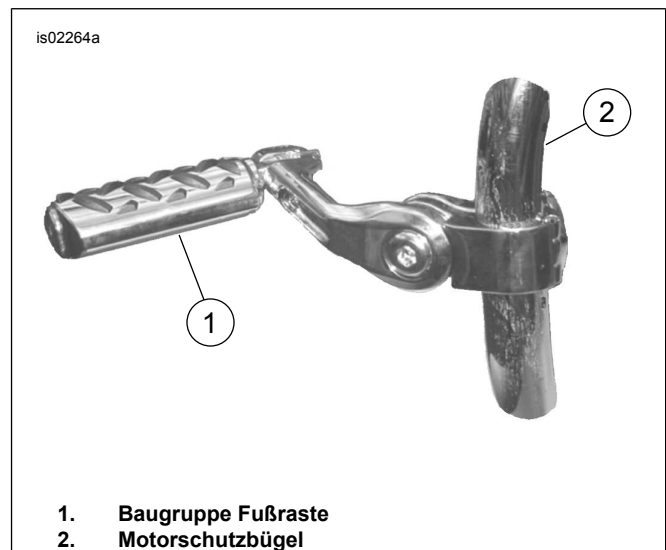
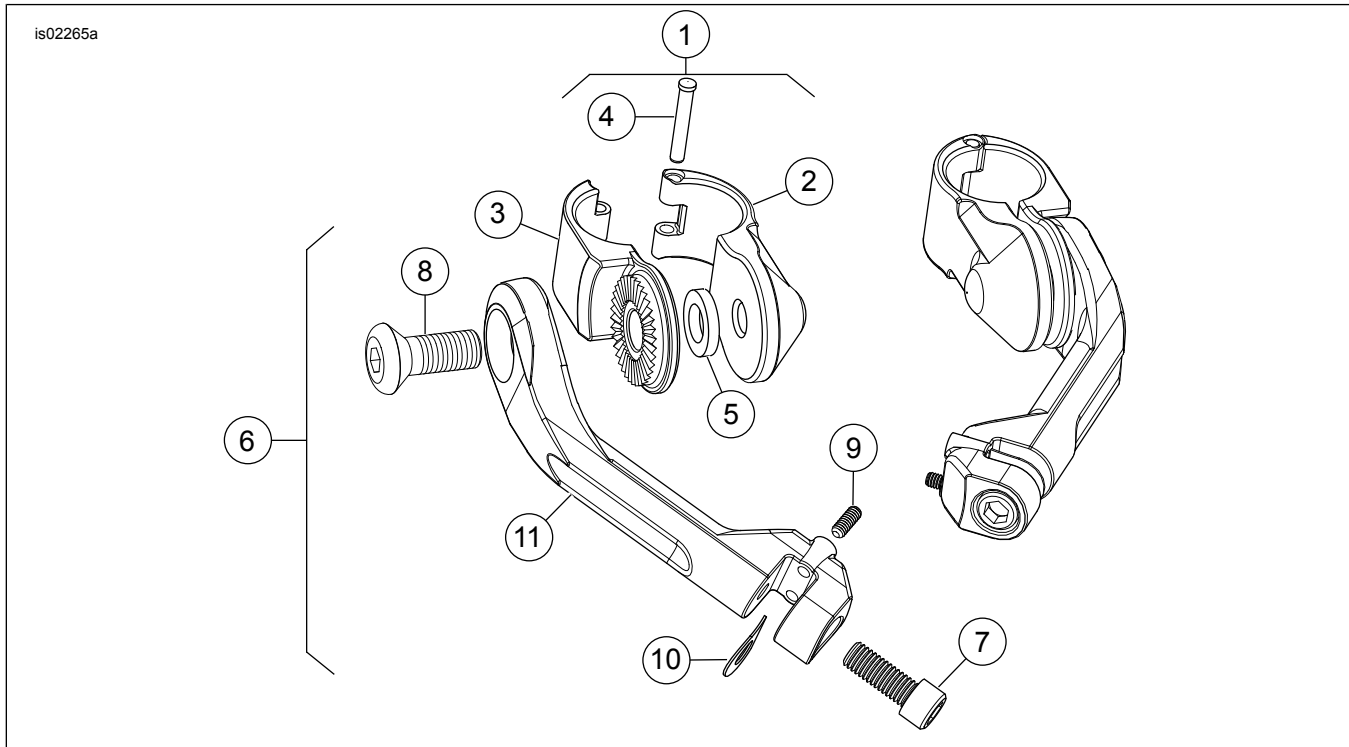

Abbildung 1. Am Motorschutzbügel angebrachte Fußrastenbaugruppe
Abbildung 2. Ersatzteile: Halterungssatz für Motorschutzbügel-Fußrasten
Siehe Abbildung 2 und Tabelle 1.
2. Siehe Abbildung 2. Die Halterungsschelle (1) aus dem Satz nehmen. Die Schellenhälften an der gewünschten Höhe um den Motorschutzbügel herum ansetzen und mit dem Kopf des Scharnierbolzens nach oben befestigen. Die „gezahnte“ Seite der Schelle muss in Richtung Verlängerungsarm zeigen.
3. Unterlegscheibe (5), Schraube (8) und einen der angewinkelten Arme (11) (lang oder kurz, je nach Satznummer) aus dem Satz bereit legen. Den angewinkelten Arm mit der Schraube ausrichten, und die Unterlegscheibe (5) zwischen den „Zungen“ der Schelle einbauen.
4. Siehe Abbildung 1. Den angewinkelten Arm so platzieren, dass die Fußraste nach oben und in Richtung Motorradheck geklappt werden kann. Zu diesem Zeitpunkt nicht vollständig anziehen.
5. Siehe Abbildung 2. Die Fußraste (einzeln erhältlich), D-förmige Federscheibe (10) und Schraube (7) aus dem Satz bereitlegen. Die D-förmige Federscheibe so einbauen, dass sie an der Innenseite der Fußrastenhalterung (Arm) liegt; die Vierkantseite „D“ muss in Richtung Halterungsinnenseite zeigen. Die Unterlegscheibe festhalten, und die Fußraste in die Einbaustellung schieben. Zwei bis drei Tropfen Loctite 243 auf die Schraube auftragen. Die Schraube an der Fußraste anbringen und auf ein Drehmoment von 26 N·m (19 ft·lbs) anziehen.